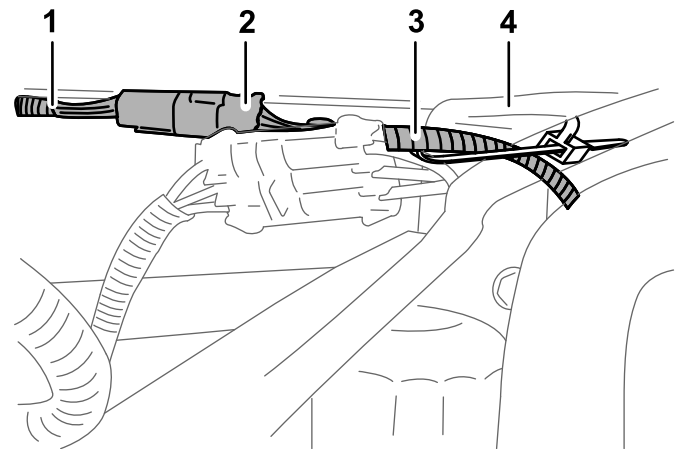

Figura 12
10. Conexión de la luz trasera izquierda (Figura 12). Consulte el enrutamiento en Figura 8.